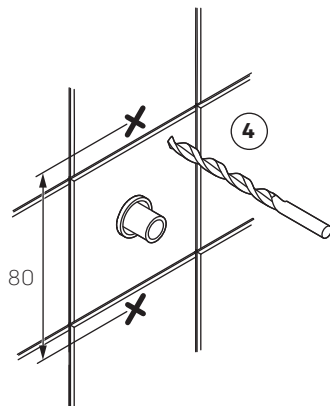

Fig. 1
Alla infästningar i våtzon 1 och 2 ska tätas, se "Fig. 1" eller "Fig. 2". Material för tätning ska fästa mot underlaget och vara vattenbeständigt, mögelresistent och åldersbeständigt.
4. The screw mountings should be of a sturdy design, for instance made of concrete, wooden studs, wooden nogging pieces or a design that has been tested and approved for mounting, e.g. pad design. All attachment points must be sealed. See "Fig. 1" or "Fig. 2". The sealant material must attach firmly to the underlying surface and be water-resistant, mould-resistant and non-ageing.
4. Skruinnfestinger skal gjøres i betong eller annen massiv konstruksjon, trebjelker, trestendere eller i konstruksjon som er testet og godkjent for innfesting, f.eks. platekonstruksjon. Alle innfestinger skal tettes, se "Fig. 1" eller "Fig. 2". Materialet for tetting skal feste mot underlaget og være vannbestandig, muggresistent og aldersbestandig.